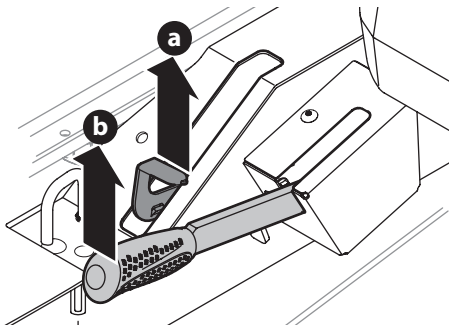

Figure 2
2. Enclenchez les soupapes de dérivation de la transmission en tirant le levier de dérivation (a) vers l'extérieur, puis vers le haut et jusqu'en arrière. (Figure 2).
4. Pour débloquer le levier de dérivation (a), poussez le levier vers l'avant (Figure 2).
5. Pour serrer le frein de stationnement, tirez complètement le levier du frein de stationnement vers l'arrière (b) (Figure 2).